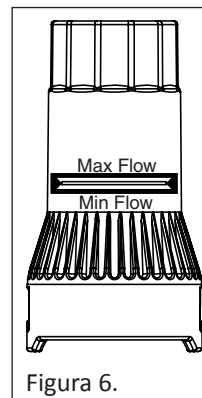

Figura 6.
3. Compruebe que el émbolo blanco (dentro del medidor de flujo) esté alineado dentro las caja de calibrador de caudal. Véase figura 6.